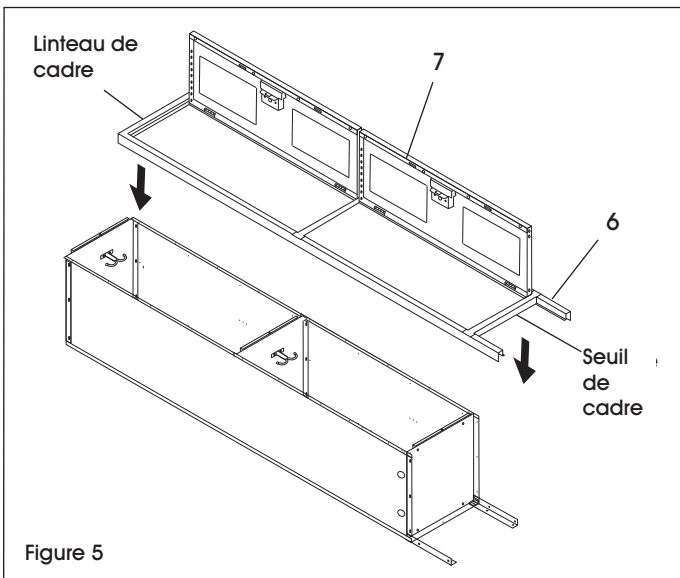

Figure 5
- Placez l'ensemble du cadre de porte (6 et 7) sur le corps du casier. Assurez-vous que les côtés du corps se situent à l'intérieur du cadre. Fixez le haut au linteau de cadre et le bas au seuil de cadre. Terminez en fixant les panneaux latéraux au cadre de porte. (Voir Figure 5)